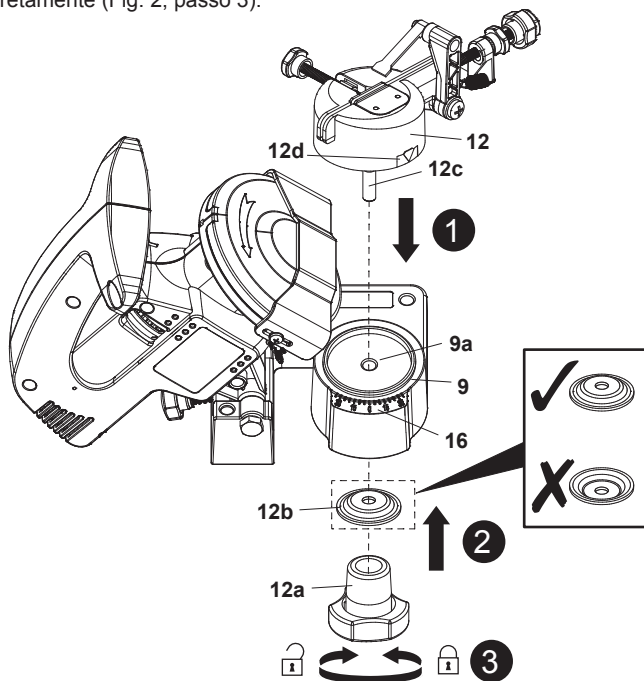

Fig. 2
3. Alinhe e passe o parafuso (12c) através do orifício de localização (9a) (Fig. 2, passo 1). Certifique-se de que o triângulo de indicação (12d) está alinhado com o medidor de ângulo (16).
4. Coloque a anilha côncava (12b) no parafuso (12c) (Fig. 2, passo 2) e fixe o torno da corrente de serra (12), rodando a retenção do torno (12a) para a direita. Certifique-se de que o torno da corrente de serra (12) assenta corretamente (Fig. 2, passo 3).